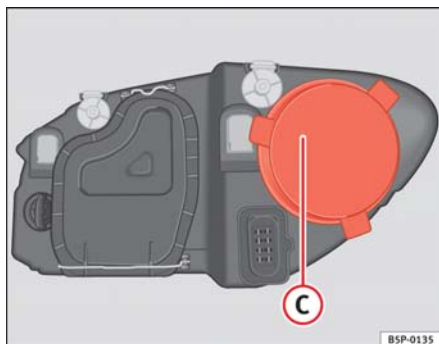

Fig. 159 Luz de carretera
- Retire la tapa ⇒ fig. 159 (C) tirando de la misma.